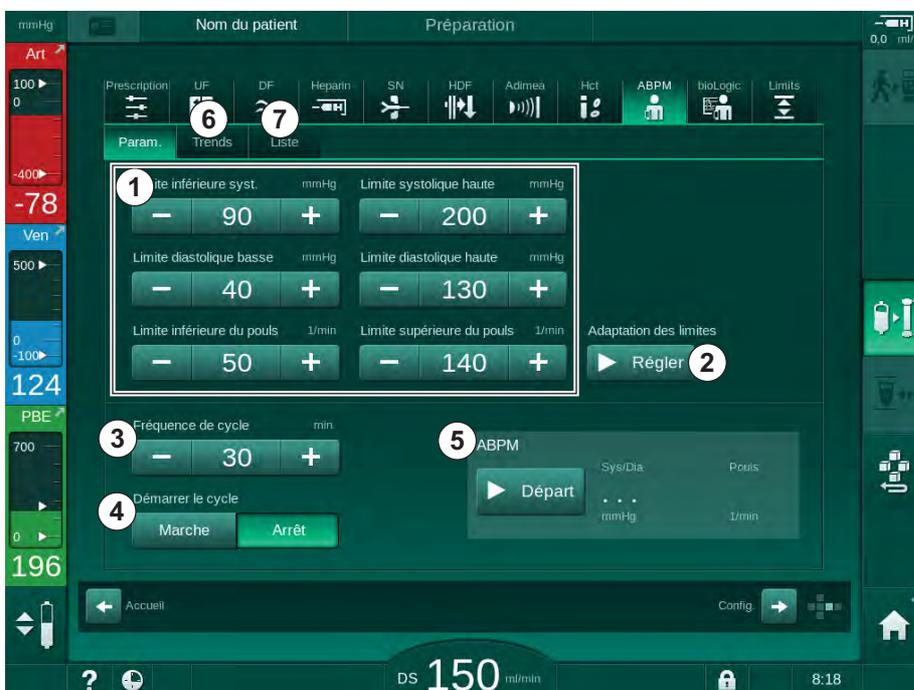

Fig. 11-6 Paramètres ABPM sur l'écran *Entrée*
2. Pour ajuster les limites d'alarme à des valeurs autour de la tension artérielle mesurée, touchez *Adaptation des limites, Définir* (Fig. 11-6, ② ).
1. Pour activer/désactiver les mesures cycliques avec la fréquence de mesure définie, sélectionner *Démarrer le cycle, MARCHE* (Fig. 11-6, ④).
2. Pour définir la fréquence de mesure, sélectionner *Fréquence de cycle* ③. Intervalle possible : 1 à 60 minutes.
Toucher *Démarrer* dans la boîte de groupe *Paramètres ABPM* sur l'écran *Entrée* (Fig. 11-6 Paramètres ABPM sur l'écran Entrée (269), ⑤ ).